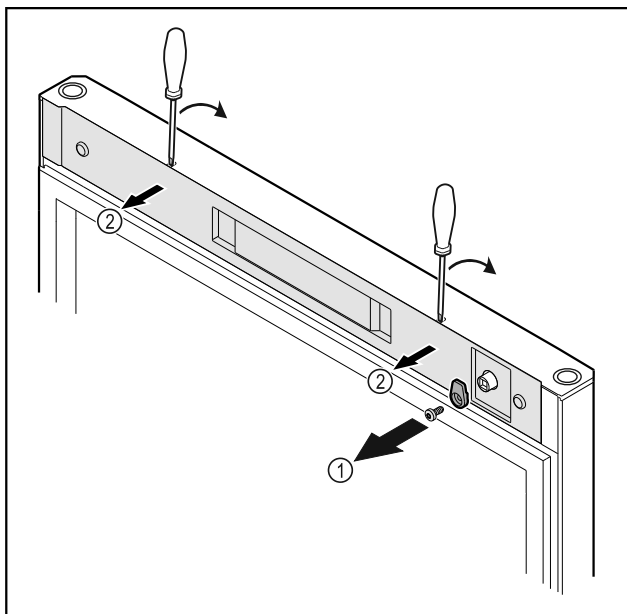

Fig. 9
- Svitare i ganci di chiusura Fig. 9 (1).
- Disinnestare la copertura Fig. 9 (2) con l'ausilio di un piccolo cacciavite e rimuoverla.